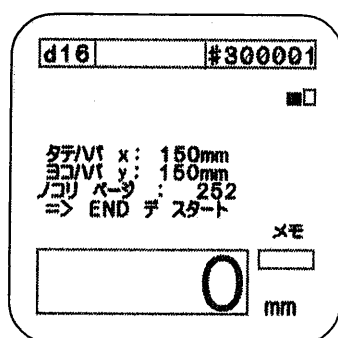

図49
- □ グリッド デ ソクテイにカーソルを合わせSTARTキーを押してください。図49が表示されます。